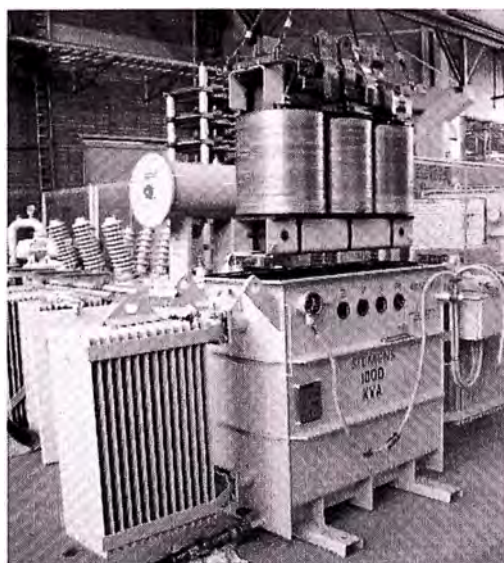

Figura 4.11 Ensamble de un transformador.
- Ajuste de los componentes previo al encube. Ver figura 4.11.